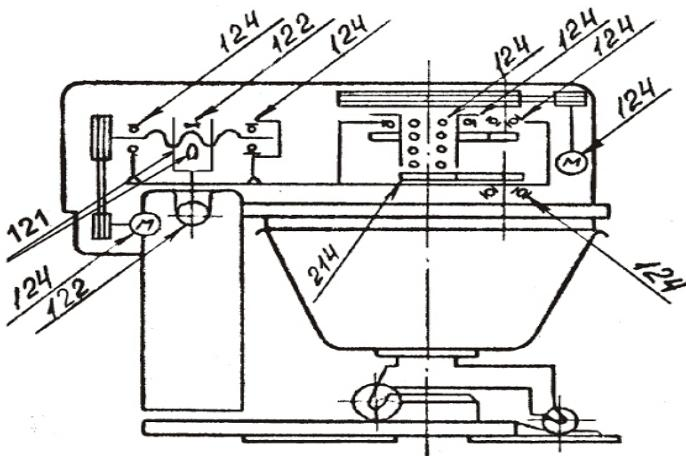

Рисунок 4 - Карта смазки
- 2.3.2 Проверить наличие смазки в подшипниках в соответствии с картой смазки (см. рисунок 4), при необходимости смазать.
3.1.2 Смазку узлов тестомеса производить в соответствии с картой смазки (см. рисунок 4).